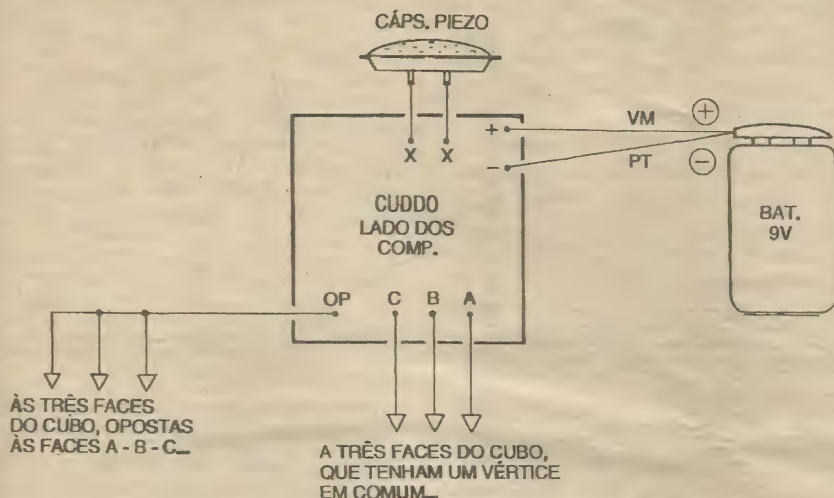

Fig. 4
- FIG. 4 - **CONEXÕES EXTERNAS À PLACA** - A placa ainda é vista pela sua face não cobreada, só que agora, como o interesse está centrado no que há *da placa para fora*, os componentes já soldados sobre a dita cuja foram *invisibilizados*, de modo a não *poluir o visual*... Notar as ligações (não polarizadas) dos terminais da cápsula piezo, feitas aos pontos **X-X** da placa... Observar as conexões da alimentação, polarizadas, sendo que o fio do **positivo (vermelho)** vindo do *clip* da bateria, deve ser ligado ao ponto (+), e o fio
ca do impresso (circuito - FIG. 4), junto a um dos cantos de cada uma das seis placas metalizadas deve ser feito um furinho, coincidindo com furinhos feitos na própria face estrutural (isolada) do cubo... Por tais furinhos passarão cabinhos finos isolados, cujas extremidades livres serão soldadas sobre o lado cobreado das sobrefaces (e, lá dentro do container, aos pontos OP, A, B e C da placa do circuito, conforme já mostrado...). O arranjo, como um todo, é visto em perfil no item 5-C... As coisas, dentro